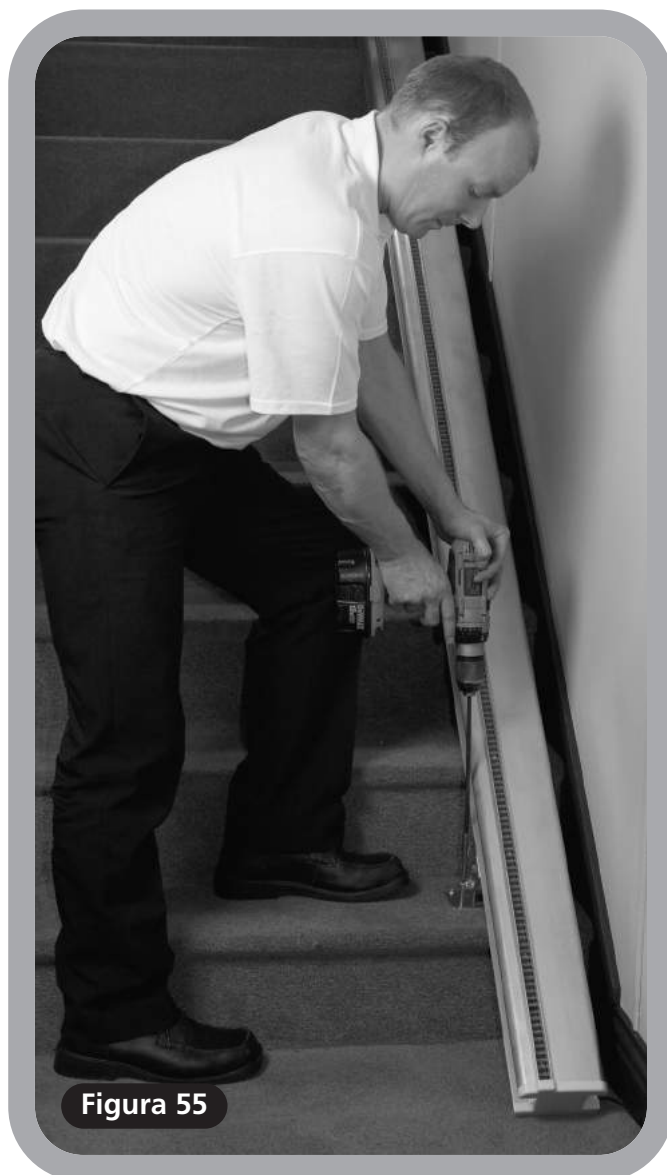

Figura 55
- 3 Asegure los pies a la escalera usando los tornillos para madera que se proporcionan en la bolsa verde del juego de accesorios tal como se muestra en la **Figura 55**.